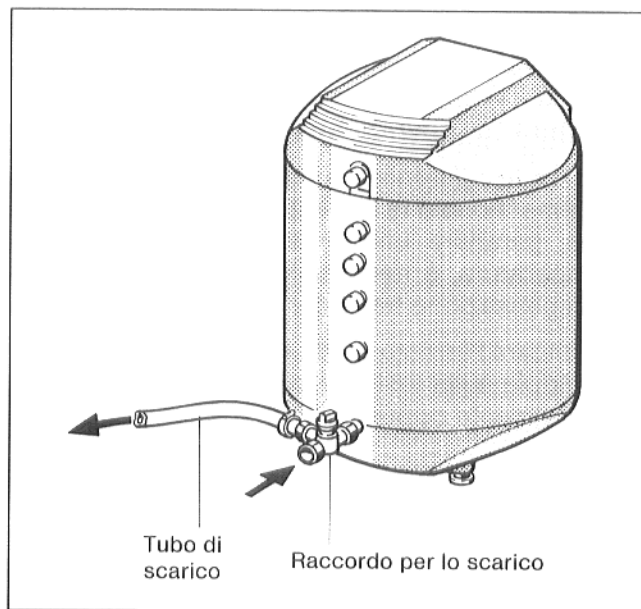

Fig. 12
- Impostare il raccordo per lo scarico in maniera tale che l'alimentazione acqua fredda sia chiusa e lo scarico sia aperto (Fig. 12).
- Svitare i bulloni esagonali del coperchio passamano, togliere il coperchio passamano con l'anodo di magnesio e la guarnizione (Fig. 12).